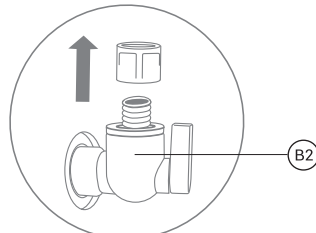
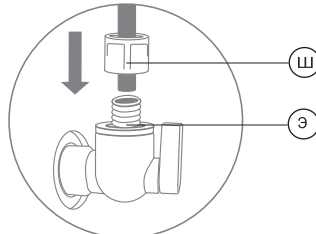

Рис. 17
Рис. 18
5. Подсоедините пластиковую трубку к вентилю II (резьбовое подключение) накопительного бака: открутите накидную гайку (Ш) (рис. 17), проденьте пластиковую трубку в отверстие накидной гайки, чтобы трубка вышла на 10-20 мм с другой стороны, установите трубку в резьбовой разъем (Э) вентиля, плотно закрутите накидную гайку (Ш) по резьбе (рис. 18).